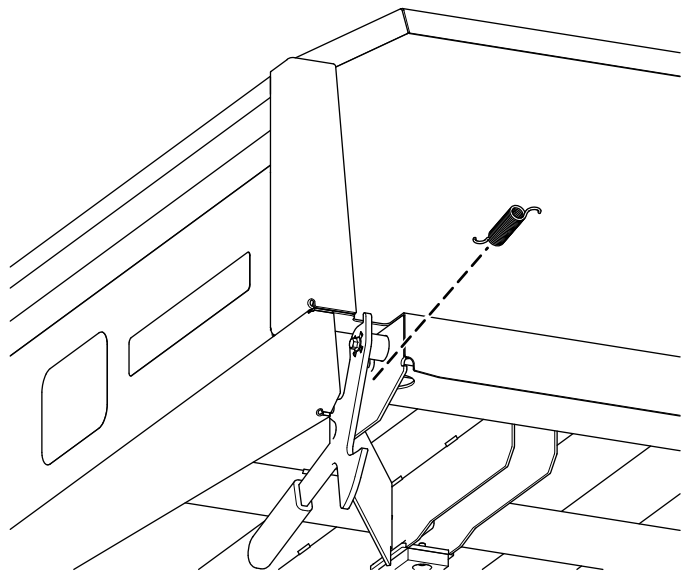

Figura 9
1. Remova a mola do suporte do trinco (Figura 9).